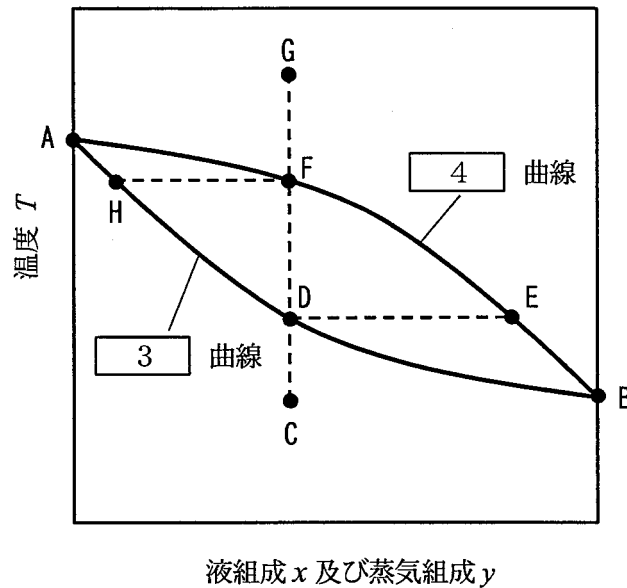

図 1
2) 次に、2 成分からなる液体混合物の蒸留分離の原理について、温度 T と液組成 x 及び蒸気組成 y の関係を示した図 1 を用いて考える。